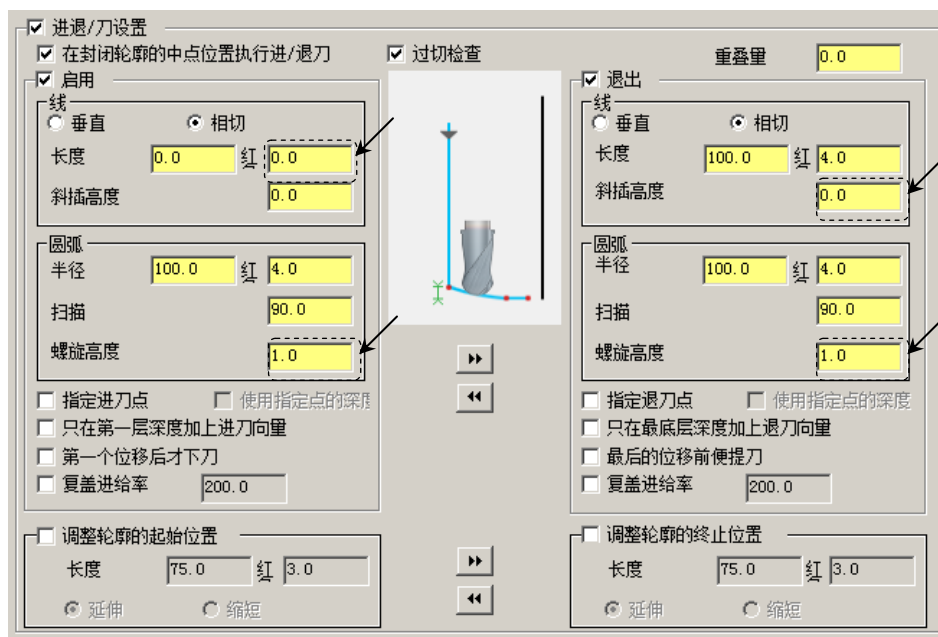

图 9.40 “进退/刀设置”参数设置界面
(2) 设置进退/刀参数。在“2D 刀具路径-外形铣削”对话框的左侧节点列表中单击进退/刀设置节点，设置图 9.40 所示的参数。